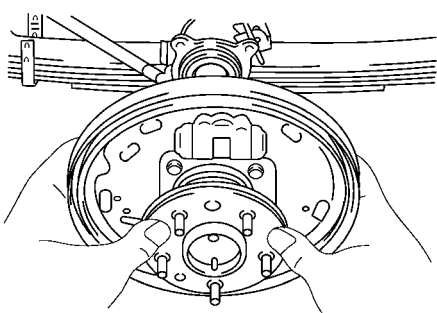

图 14-115 拆下带后板的后桥轴
1) 旋下 4 个螺母，拆下带后板的后桥轴，如图 14-115 所示。